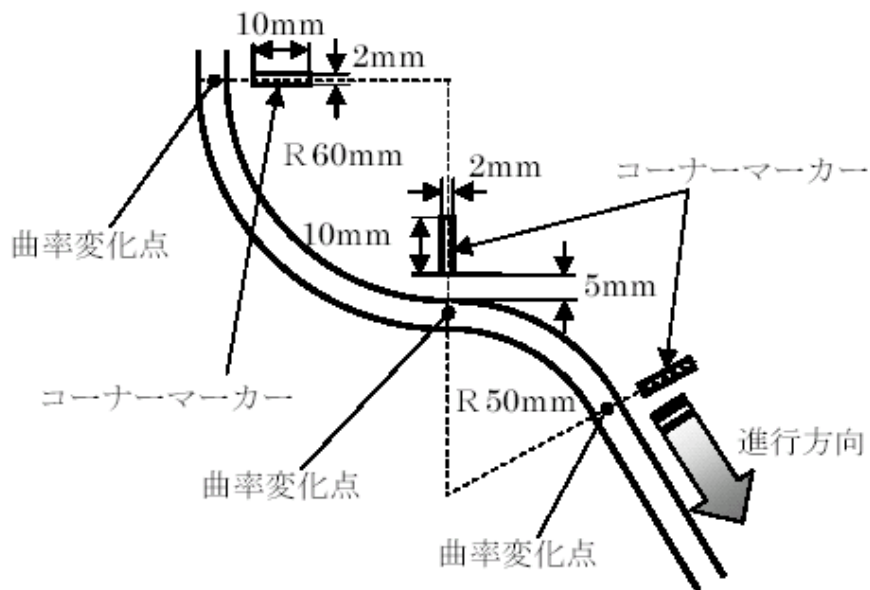

図6 コース円弧部分、コーナーマーカーの形状
- 3-6 コースの曲率が変わる地点には、進行方向左側の定められた位置（図6参照）にコーナーマーカーが白色で示されている。
- 3. コースは、曲率の変化する円弧が連続する場合もある。（図6参照）